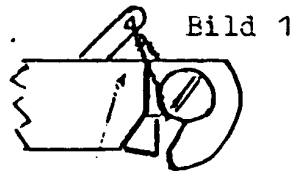

Bild 1
- Sicherungsdraht von der Schleppkupplung lösen, siehe Bild 1 oder 2
- Hebel an der Schleppkupplung wieder mit Draht absichern, siehe Bild 1 oder 2